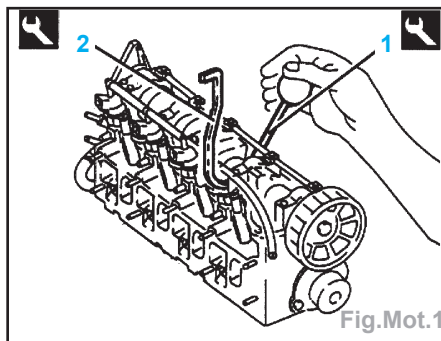

Fig.Mot.1
- Outil de pression (1) **1.820.262.000** et outil de maintien (2) **1.860.724.001**.
- Baisser avec l'outil de pression (1), le poussoir qu'on est en train de tester (Fig.Mot.1).
- Monter l'outil de maintien (2), puis enlever le levier de pression (1) (Fig.Mot.1).